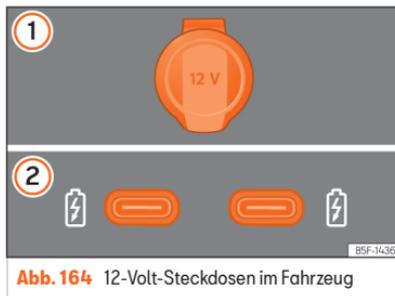

Abb. 164 12-Volt-Steckdosen im Fahrzeug
>>> (Abb. 164)
Je nach Ausstattung und Land kann das Fahrzeug auch über USB-Anschlüsse mit **ausschließlicher Lade- oder Steckdosenfunktion** >>> (Abb. 164) ② verfügen.